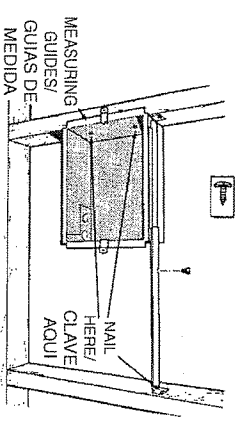

FIG. 7
2. Use measuring guide on side of housing to position housing so that it will be flush with finished wall. Drive two (2) nails through the holes in side of housing and into stud. (FIG. 7)
3. Secure the two (2) mounting brackets together (with screw supplied). Level housing and nail to opposite stud, as shown.
2. Use la guía de medida que está en un costado de la caja para colocar ésta para que quede a nivel con la pared terminada. Pase dos (2) clavos por los agujeros en el lado de la caja y clavélos en la viga de la pared. (FIG. 7)
3. Fije los dos (2) soportes de montaje juntos (con el tornillo que se incluye). Nivele la caja y clavéla a la viga opuesta, tal como se muestra.